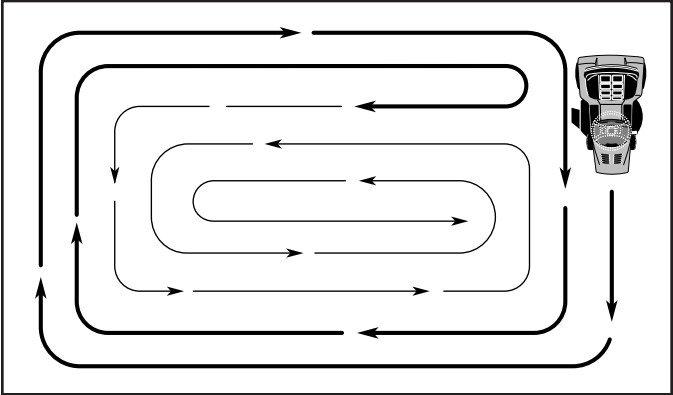

Fig. 13
- Pour tondre une grande surface, on vous conseille de commencer par tourner à droite, de façon à ce que l'herbe ne soit pas déversée sur les arbustes, les clôtures, les allées, etc. Après un ou deux tours, tondez en sens inverse en tournant à gauche jusqu'à ce que le travail soit achevé (Voir la Fig. 13).